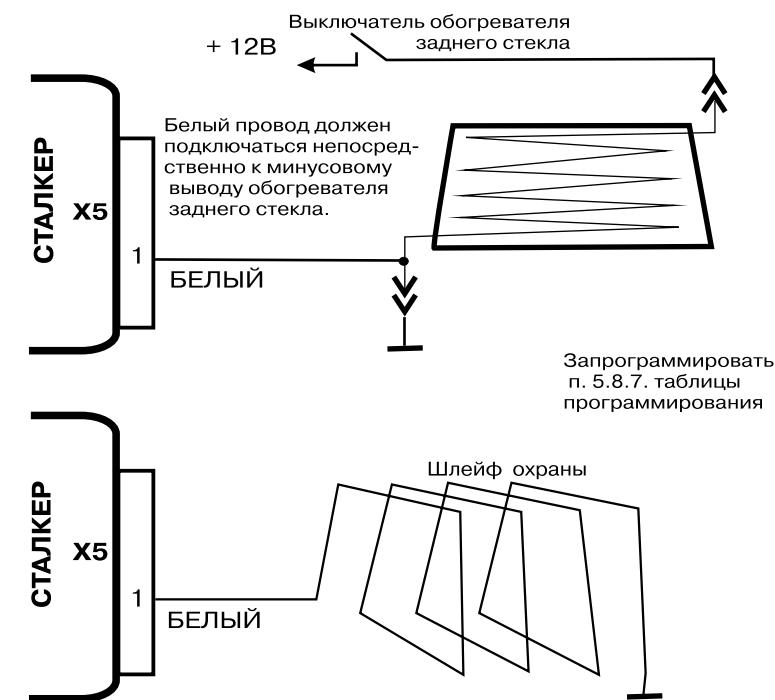

Рис. 2. Варианты подключения зоны охраны аксессуаров
5. В качестве зоны охраны можно также использовать сервисный(-) вход X5/1 - см.рис.2.
При снятии заднего стекла злоумышленник получает доступ к аксессуарам, находящимся внутри автомобиля. Чтобы отреагировать на покушение, в автомобильном охранном комплексе СТАЛКЕР 600LIGHT предусмотрена зона охраны аксессуаров (рис.2). При предварительно запрограммированном п.5.8.7 ее срабатывание происходит в момент разрыва контакта между сервисным входом X5/1 и -12В.